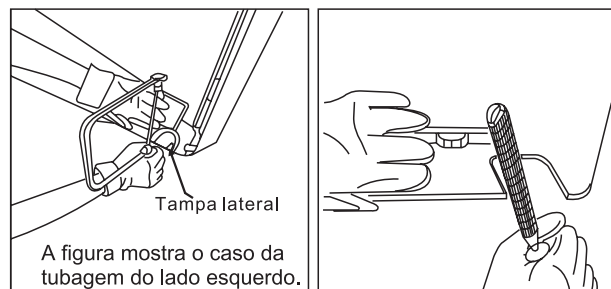

Fig 2
4.tubagem inferior ou lateral (ver Fig. 2)